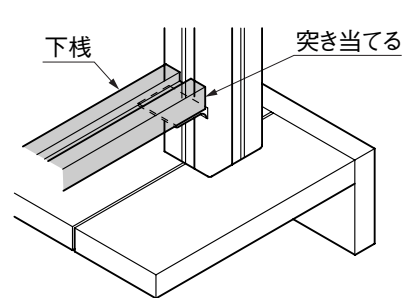

図7-3
- ④ 下棧を柱に突き当てるようにして組付けてください。(図7-3参照)